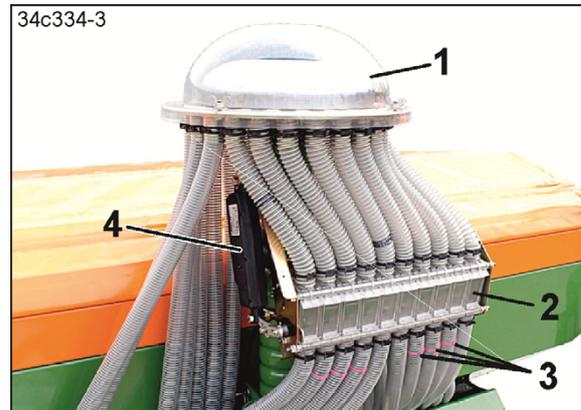

図 48
計量物は分配ヘッド (図 48/1) において、接続されているすべての種子ラインに同等に分配され、コールタに送られます。
- ・ フラップボックス (図 48/2) のフラップは、トラムラインコールタの種子用ライン (図 48/3) への種子の供給を閉じます。電動モーター (図 48/4) がフラップを作動させます。